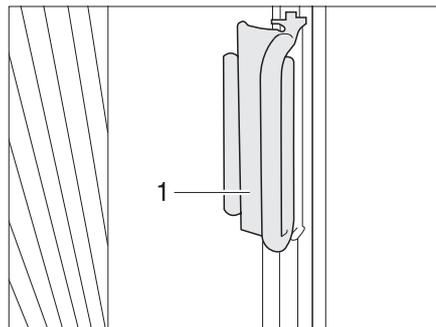

Bild 11 Griff Faltdunkelung Frontscheibe
- Die Faltdunkelungen für die Frontscheibe mit den Griffen (Bild 11,1) unter die Abdeckungen an den A-Säulen schieben und den Griff auf der Abdeckung feststecken. Die Faltdunkelung ist gesichert.